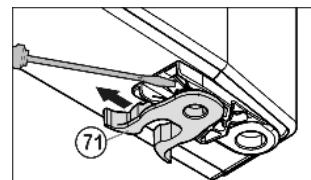

Fig. 16
- ▶ переставить пружинный зажим Fig. 16 (71). Нажать вниз язычок защелки, снять с него пружинный зажим.